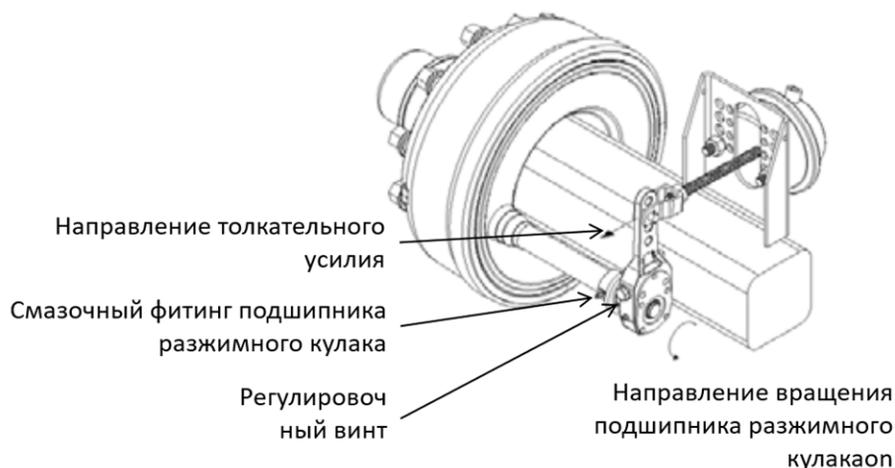

рисунок 51 — Регулировка тормозов с помощью механизма регулировки зазора
- Если у подшипников разжимных кулаков есть смазочные отверстия, смажьте их (рисунок 51). Не наносите слишком много смазки, так как остатки смазки могут попасть на фрикционные накладки и барабаны.
После установки механизма регулировки зазора поверните регулировочный болт механизма, чтобы отрегулировать его положение по отношению к валу (рисунок 51).
Поверните его в направлении вращения подшипника кулака (рисунок 51). Для регулировки зазора поверните болт так, чтобы вал провернулся в том же направлении.